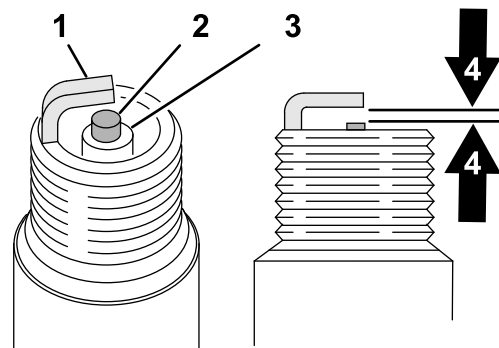

Figura 36
5. Mire la parte central de las bujías (Figura 36). Si se observa un color gris o marrón claro en el aislante, el motor está funcionando correctamente. Si el aislante aparece de color negro, significa que el limpiador de aire está sucio.
6. Compruebe el hueco entre los electrodos central y lateral (Figura 36). El hueco debe medir 0,76 mm.